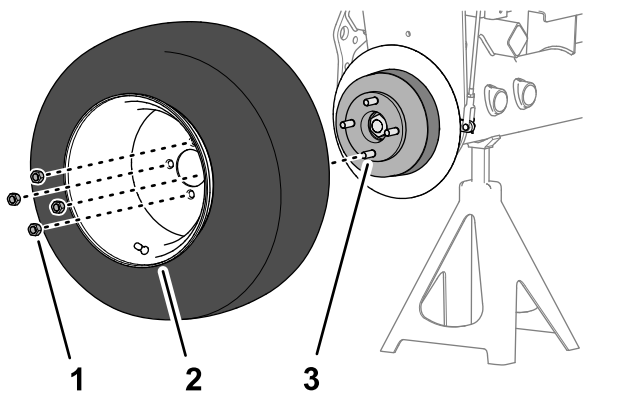

图 72
1. 用 4 个车轮螺母将车轮组装到轮毂上图 72 并用手拧紧。